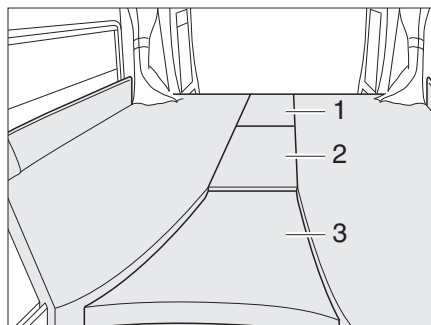
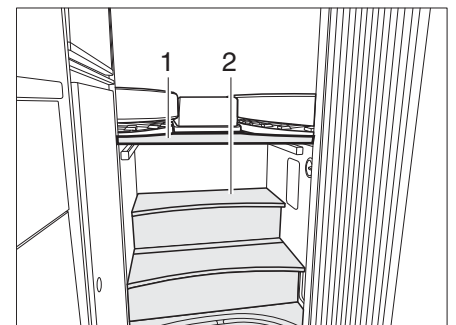

Fig. 46 Letto doppio posteriore
Fig. 47 Letto doppio scala
▷ Per poter utilizzare la scala, non utilizzare la tavola (Fig. 47,1) al di sopra della scala ed il cuscino aggiuntivo (Fig. 46,3).
- Collocare la tavola (Fig. 47,1) sulle colonne al di sopra della scala (Fig. 47,2).
- Applicare i cuscini aggiuntivi (Fig. 46,1, 2 e 3).